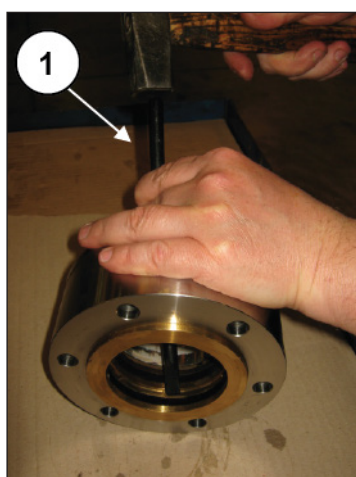
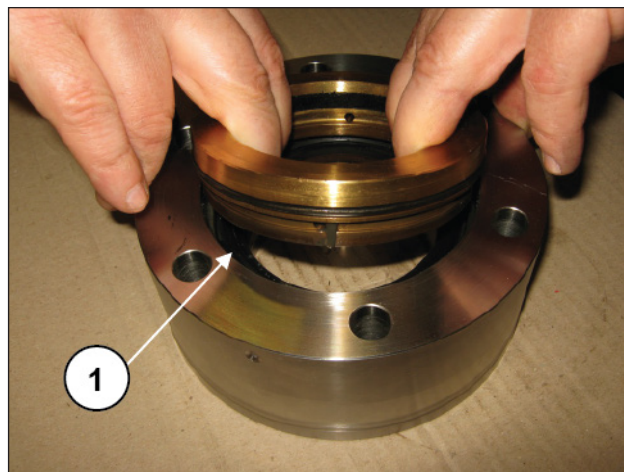

Fig. 212
Fig. 213
Con una herramienta de plástico y un extractor de percusión, extraer y desmontar el soporte de las juntas (pos. ①, Fig. 212 y Fig. 213).